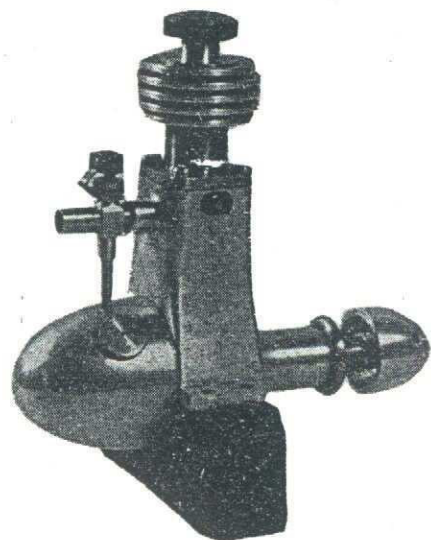

Fig 4.
B.Johansson började också göra motorer som amatör, men 1944 började han tillsammans med en kompanjon att göra kopior av den schweiziska "DYNO". Den hade en volym på 2,06 cc och tillverkades i ganska stort antal. På de första motorerna reglerades kompressionen med en stor rund skruv, men de flesta seriemotorerna hade vanliga kompressionspinnar och visar också upp små förändringar t.ex. ett förstärkt vevhus. (Fig.4)